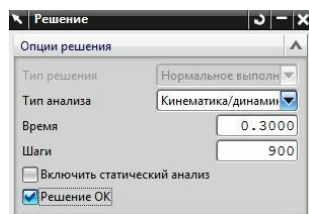

рис.27
- Рекомендуемые параметры *Решения* для примера показаны на рис.27. Здесь важно указать достаточно большое число шагов демонстрации решения, чтобы “не пропустить” сам момент столкновения тел.